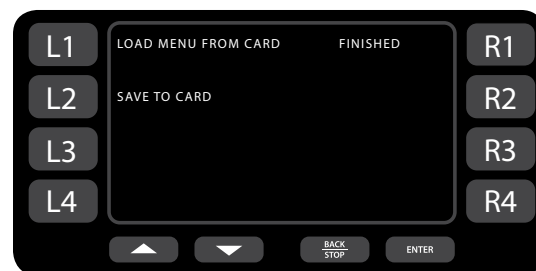

Bild 16: Laden...finished - fertig
4. Die Softtaste L1 drücken (Bild 16).
4. Die Softtaste L2 drücken (Bild 16).